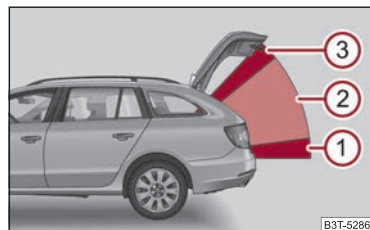

Abb. 34 Bezeichnung der Bereiche
Bei der Klappenbedienung unterscheidet das System 3 Bereiche ⇒ **Abb. 34**, in denen sich die Funktion der einzelnen Bedienelemente ändert. Es werden auch die Endpositionen der Klappe – vollständig geschlossen im gesicherten Schloss und vollständig geöffnet – unterschieden.
Die Ausdehnung des Bereichs ③ ⇒ Seite 48, Abb. 34 verändert sich proportional in Abhängigkeit von der Einstellung der obersten Position der Klappe ⇒ Seite 50. Bei Einstellung der obersten Position der Klappe im Bereich ② wird der Bereich ③ nicht aktiv, die Ausdehnung des Bereichs ② verändert sich proportional zur eingestellten oberen Position der Klappe. ■